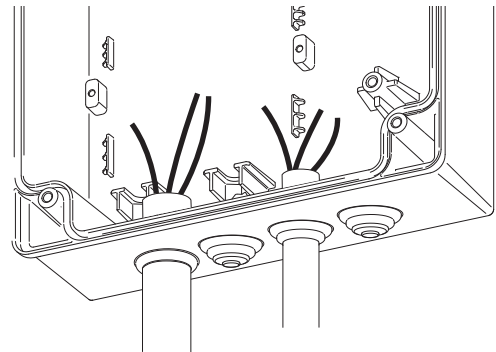

Fig. 2
- 3) Die Gummidichtung anfangend vom Mittelpunkt wie beschrieben im Bild 2. die Dichtung nicht stricken, nur in das entsprechende Fach legen.